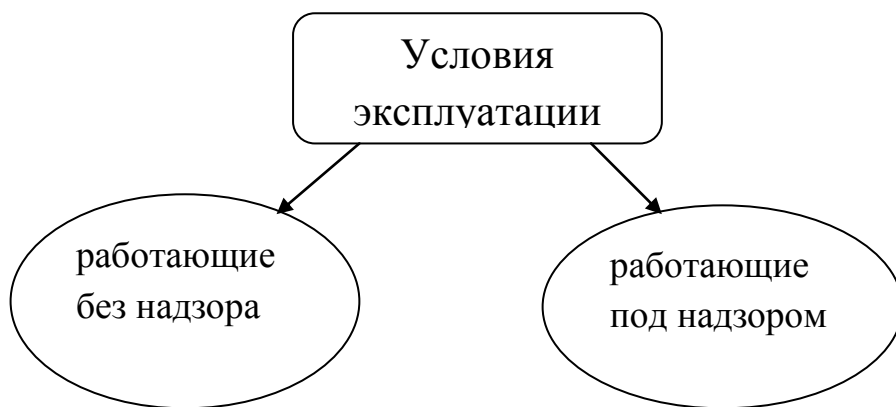

Рисунок 6 - Классификация по условиям эксплуатации
6. *По условиям эксплуатации* электробытовые товары классифицируются (рисунок 6).